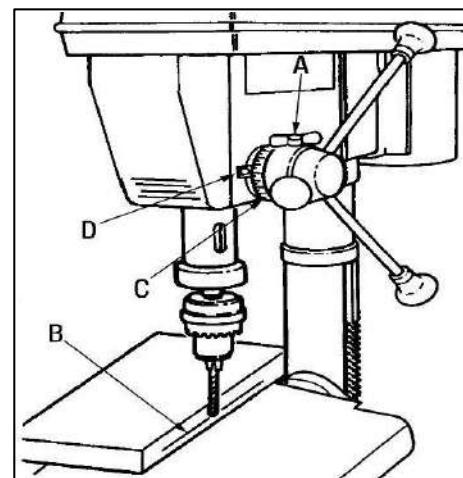

Рисунок 16
Ослабьте ручку-фиксатор (A) шкалы глубины (рис. 16).